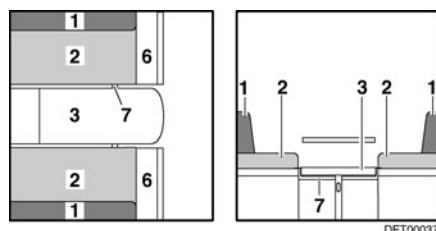

Fig. 99 Pendant la transformation
- Rabattre la rallonge de la banquette (Fig. 99,6) vers le haut et enclencher avec le rabat.